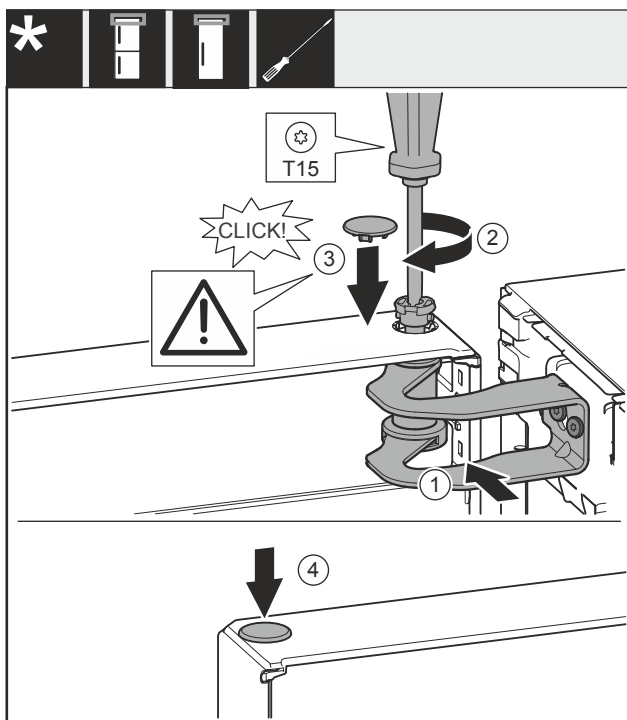

Fig. 59
- ▶ Vyrovnajte dvere s otvorom v ložiskovej konzole Fig. 59 (1).
- ▶ Vložte čap Fig. 59 (2) a pevne ho priskrutkujte skrutkovačom.
- ▶ Nasadte kryt Fig. 59 (3).
- ▶ Skontrolujte, či kryt Fig. 59 (3) prilieha k dverám.
- ▶ Nasadte kryt Fig. 59 (4).